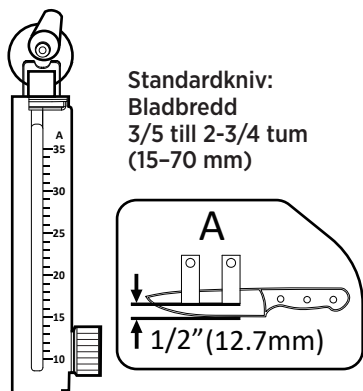

Fig. 6
1. Standardkniv: Blad med en bredd på $3/5$ till $2-3/4$ tum (15–70 mm) ska placeras i **A**-monteringsläget, enligt märkningen på basen. Slipvinkelns intervall är 10° – 35° . (Se Fig. 6)